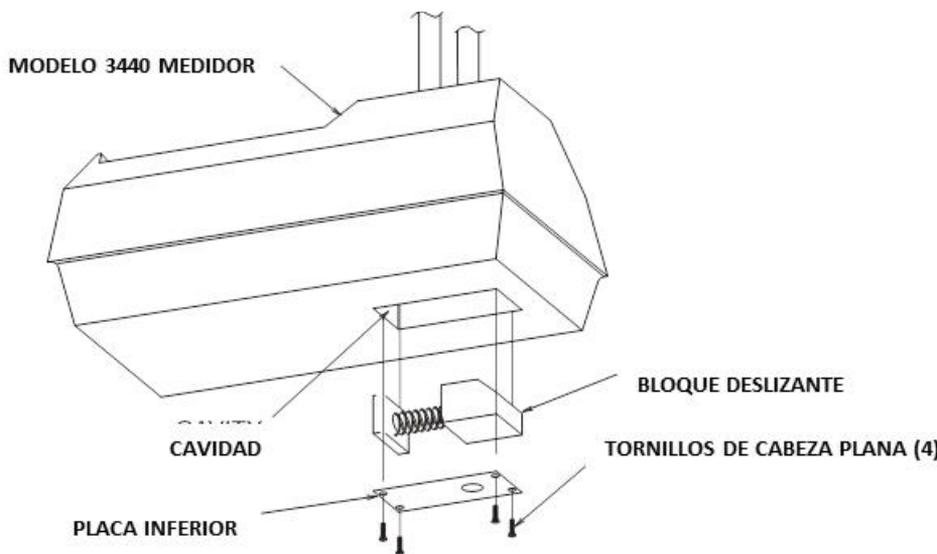

Figura 16. Cómo limpiar el bloque corredizo de tungsteno
2. Limpie los cabezales de los cuatro tornillos de las esquinas que sujetan la placa inferior a la base del medidor (véase Figura 16). Utilice un destornillador Phillips para retirar los cuatro tornillos de las esquinas de la placa y quítela.